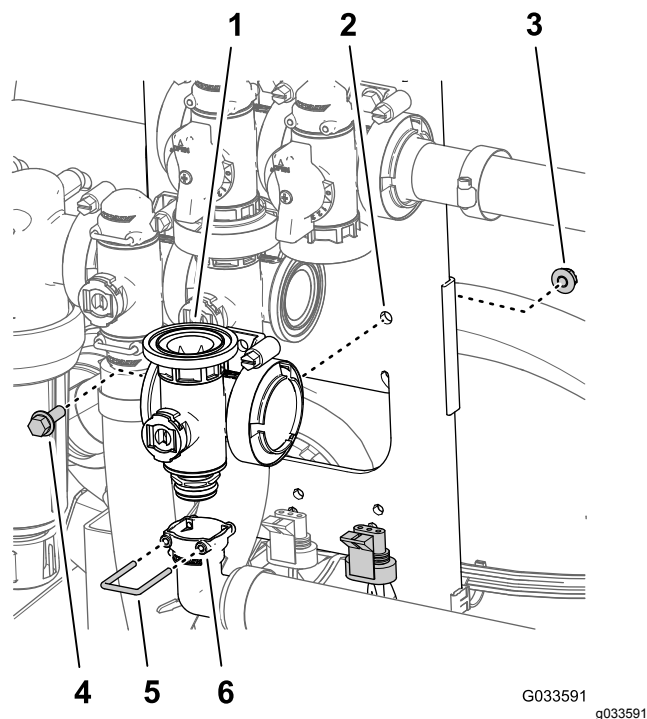

Figura 118
2. Retire o retentor que fixa a união de saída de 90° ao coletor da válvula da rampa principal (Figura 118).
3. Retire o parafuso de cabeça flangeada (1/4 pol. x 3/4 pol.) e porca flangeada (1/4 pol.) que prendem a válvula da rampa principal à montagem da válvula e retire o coletor da válvula da máquina (Figura 118).